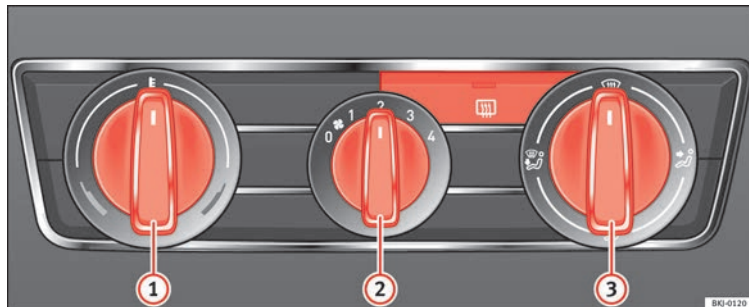

Fig. 172 Mandos de la calefacción en el tablero de instrumentos.
• Gire el regulador de temperatura » fig. 172 ① hacia la izquierda.
- Gire el regulador de la temperatura » fig. 172 ① hacia la derecha hasta alcanzar el grado de calefacción deseado.
- Coloque el mando del ventilador ② en uno de los niveles 1-4.
- Dirija la corriente de aire con el mando regulador de la distribución de aire ③ hacia la zona que desee.
- Gire el regulador de la temperatura » fig. 172 ① hacia la derecha hasta el nivel máximo de calefacción.
- Gire el mando del ventilador ② hasta el nivel 4.
- Gire el regulador de temperatura » fig. 172 ① hacia la zona de calefacción.
- Coloque el mando del ventilador ② en uno de los niveles 2-3.